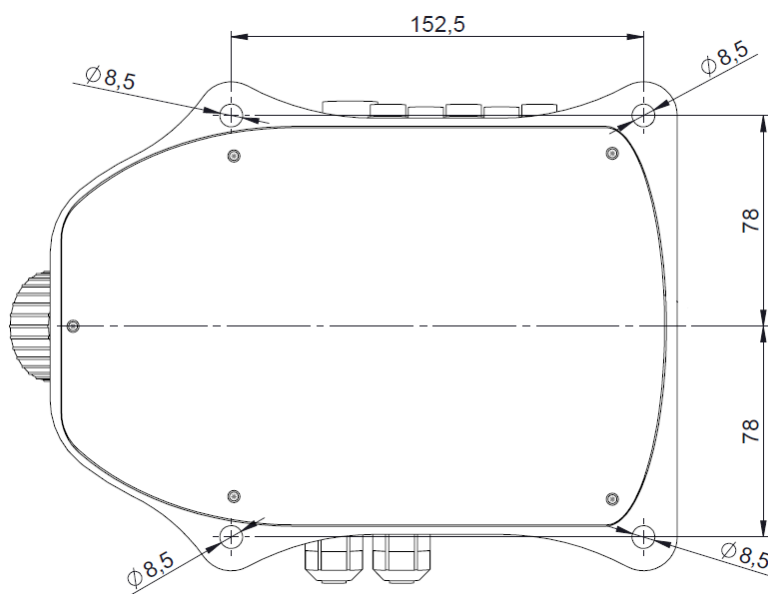

Рисунок 2. Крепежные отверстия
8. Если KIT PRO должен быть установлен в системе, его необходимо закрепить на устойчивой опоре, затянув винты М8 в отверстиях Ø8,5 на корпусе (Рисунок 2).